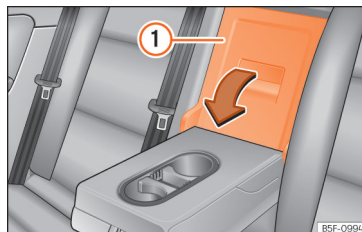

Fig. 178 Pe spătarul banchetei: deschiderea platformei.
- Trageți maneta de eliberare în direcția săgeții și împingeți capacul platformei » » » **fig. 178** ① în jos și în față.